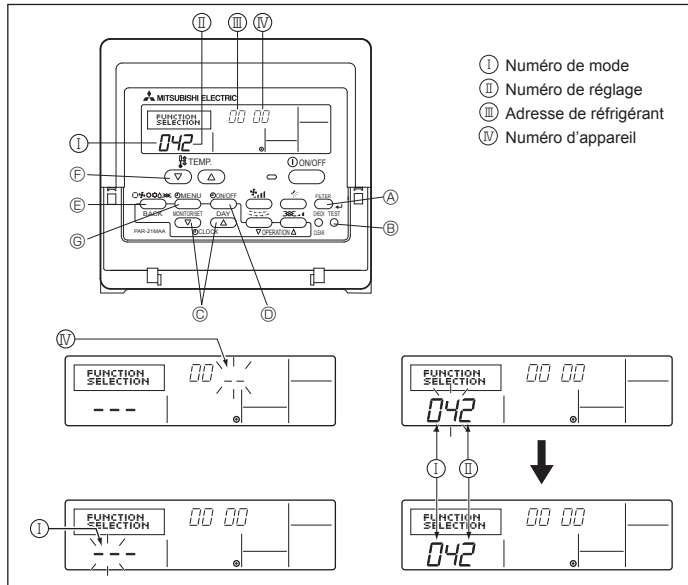

Fig. 6-6
6.3.1. Réglage des fonctions sur l'appareil (Fig. 6-6)